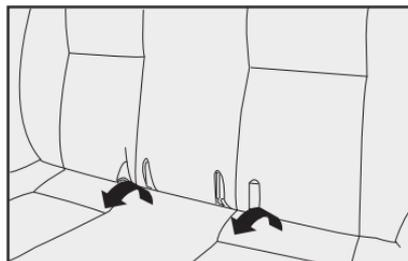

fig. 128
2) Incline el asiento tirando de él hacia delante **flechas-fig. 128**.